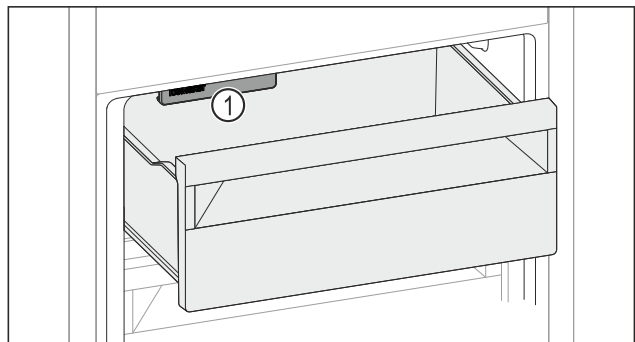

Fig. 168
- ▶ Внимавайте за IceMaker Fig. 168 (1).